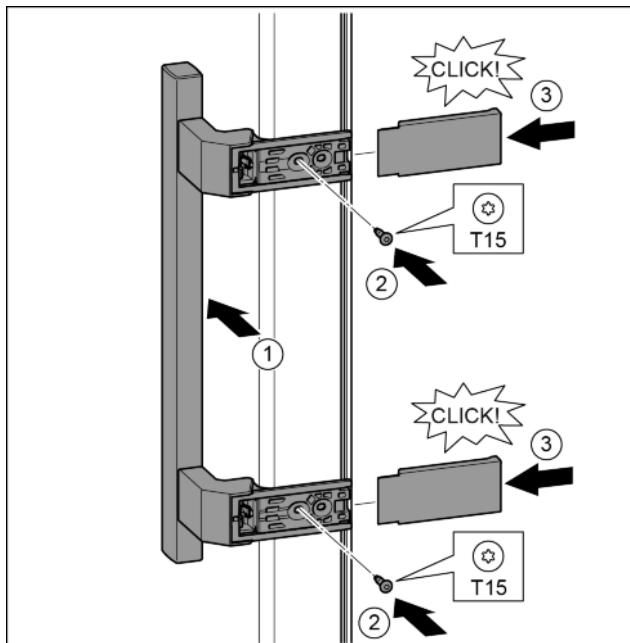

Fig. 38
- Pielieciet rokturi pretējā pusē. Fig. 38 (1)
- Ar skrūvgriezi T15 pieskrūvējiet skrūves. Fig. 38 (2)
- Sānos pielieciet un uzbīdīet pārsegu. Fig. 38 (3)